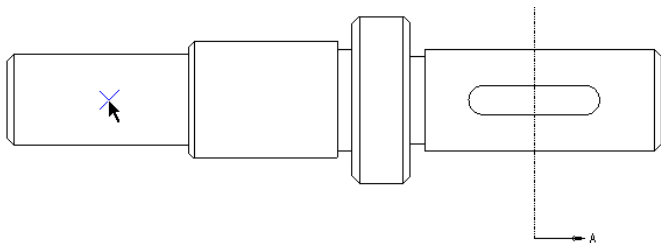

图 12-113 选取截面间断的中心点
- ④ 输入剖面名称为“B”，单击“接受”按钮，或者按〈Enter〉键确定。
- ⑤ 在模型树中选择 TOP 基准平面定义剖切面。在“模型边可见性”选项组中默认选择“总计”单选按钮，在“剖切区域”框中选择“局部”选项。
- ⑥ 在主视图中的合适位置处单击一点，如图 12-113 所示。